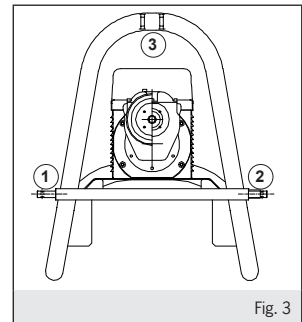

Fig. 3
- che i tre punti di ancoraggio (fig.3) previsti siano perfettamente fissati e bloccati con i pezzi in dotazione. L'errato ancoraggio provoca il ribaltamento della macchina con grave pericolo per l'operatore.
- the three links (fig.3) are perfectly fastened and locked with the accessories provided. If wrongly anchored the machine could tip over causing a severe hazard for the operator.
- les trois points d'ancrage (fig.3) prévus sont parfaitement fixés et bloqués avec les pièces fournis. Un ancrage incorrect provoque le basculement de la machine et constitue donc un grave danger pour l'opérateur et l'endommagement du produit.
- die drei vorgesehenen Verankerungspunkte (Abb.3) perfekt befestigt und mittels